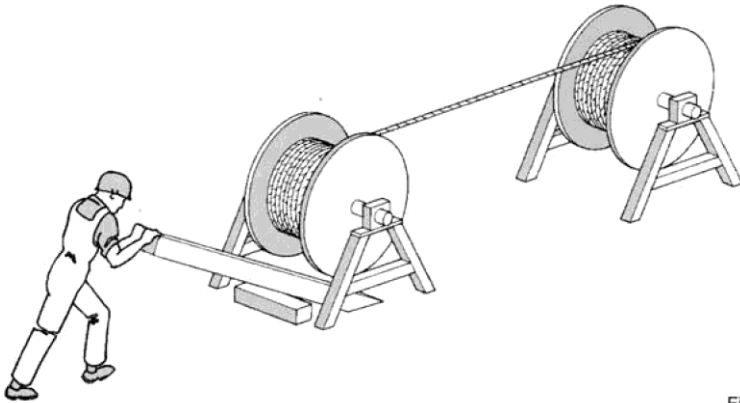

Fig. 7
- Quando se tratar de desenrolar várias camadas de cabo, pode ser necessário colocar a bobine num desenrolador que tenha condições de controle de tensão do cabo, durante a operação de transferência da bobine para o tambor. Isto assegurará que as camadas inferiores (e seguintes) estão enroladas firmemente no tambor (Ver fig. 7).
– Assegure-se que o desenrolador está corretamente instalado para não criar uma distorção inversa durante a passagem (ex. se o cabo desenrolar por cima deve desenrolar por cima). (Ver Fig. 7.)